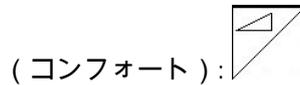

図 31
- 11.  メインメニュー  を通じてジョブメニュー (図 31) に切り替えます。
- 12.  開始しているジョブの当日データを削除します (図 31)。